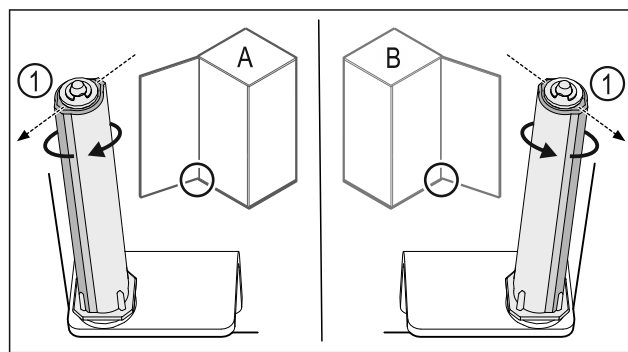

Fig. 49 Opritorul din stânga (A) / opritorul din dreapta (B)
- Rotiți sistemul de închidere până la rezistență, până când pragul sistemului de închidere Fig. 49 (1) este orientat spre exterior.